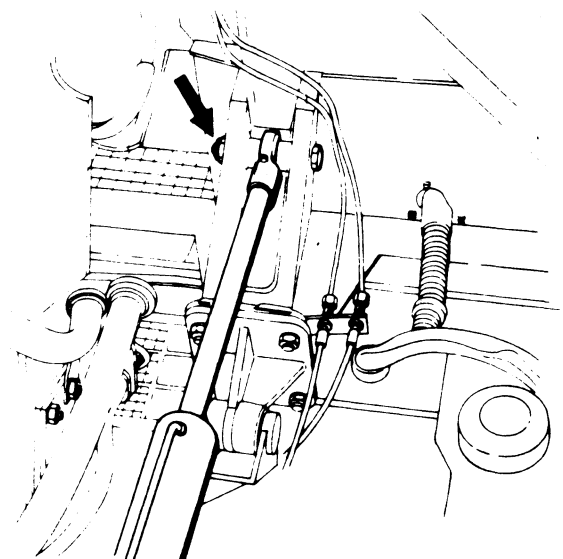

Fig. 3
– Maak de moer van de koppen van de hefcilinder los, zodat deze straks bij teruggekantelde kabine met de hand kan worden afgenomen (Fig. 3).